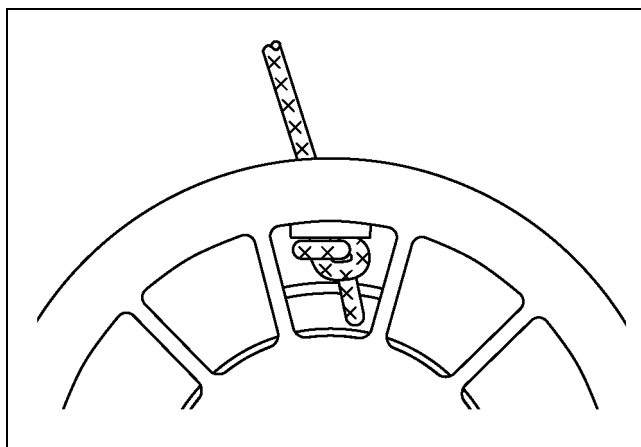

Рис. 13-9
- 3 Установите трос на барабан, следя за тем, чтобы конец троса не высывался. (Рис. 13-9)